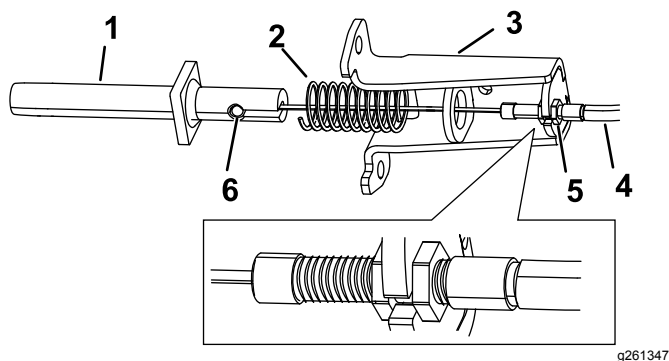

Figura 9
- Inserte el cable del freno a través del bastidor del freno y del muelle e inserte el acoplamiento del tambor en la ranura del pasador de eje del freno (Figura 9).
- Inserte el pasador del eje del freno en el muelle y, a continuación, en el bastidor del freno (Figura 9). Presione el pasador para comprimir el muelle, inserte el acoplamiento del tambor del cable del freno en la ranura del pasador, deslice el cable en la muesca del bastidor de modo que la muesca quede entre las 2 tuercas del cable y suelte lentamente el pasador y el muelle.
- Ajuste las tuercas en el cable del freno de modo que solo se muestren 2 hilos hacia el cable (Figura 9).